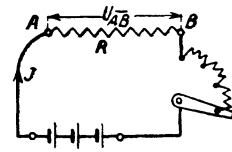

Abb. 6. Indirekte Widerstandsmessung.
47. Um den Widerstand eines Leiters \overline{AB} (Abb. 6) zu bestimmen, wird die Spannung zwischen den Punkten A und B und die durchfließende Stromstärke J gemessen. Wie groß ist hiernach der Widerstand zwischen A und B ?